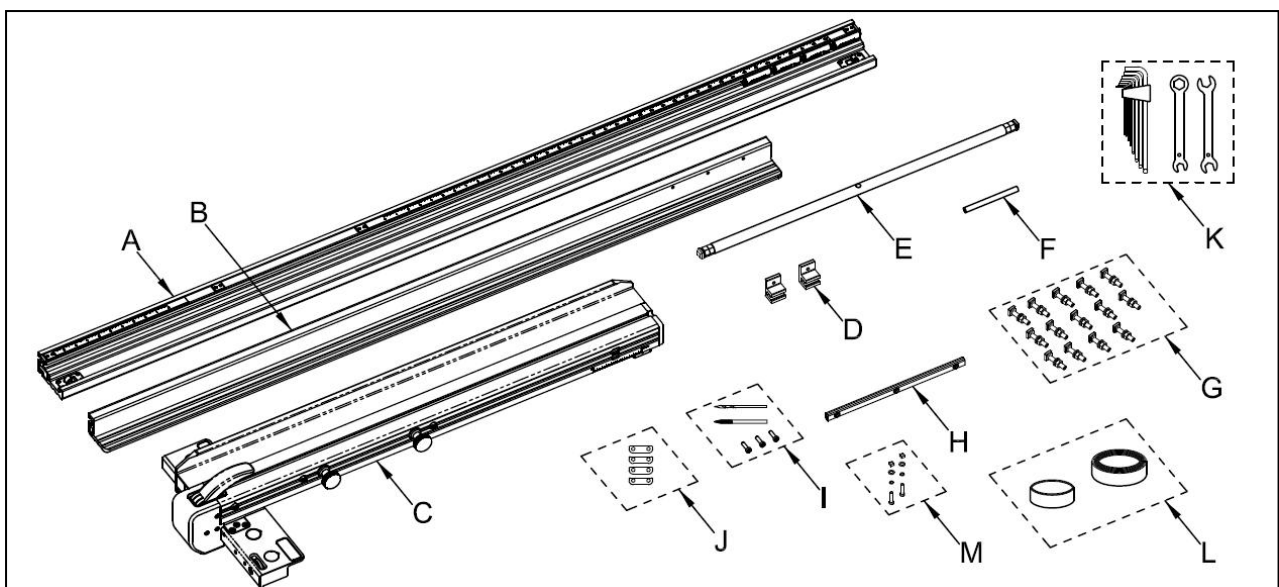
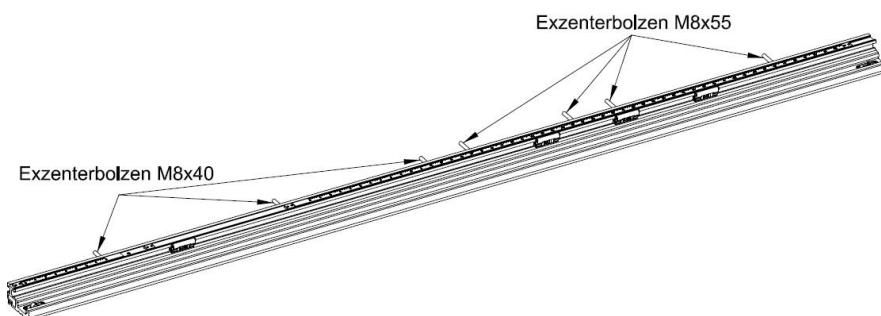
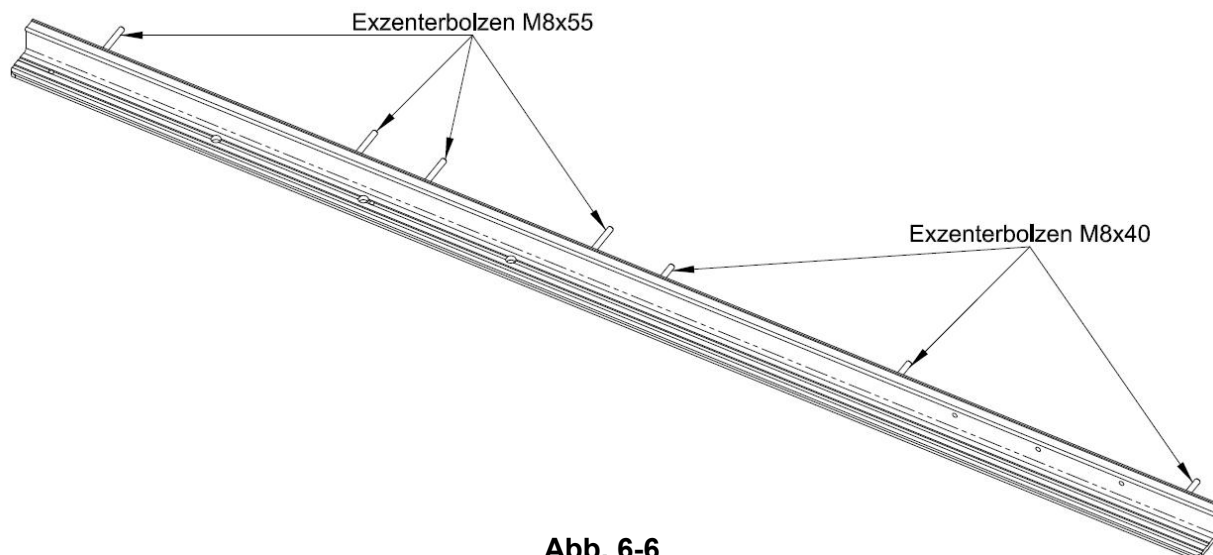
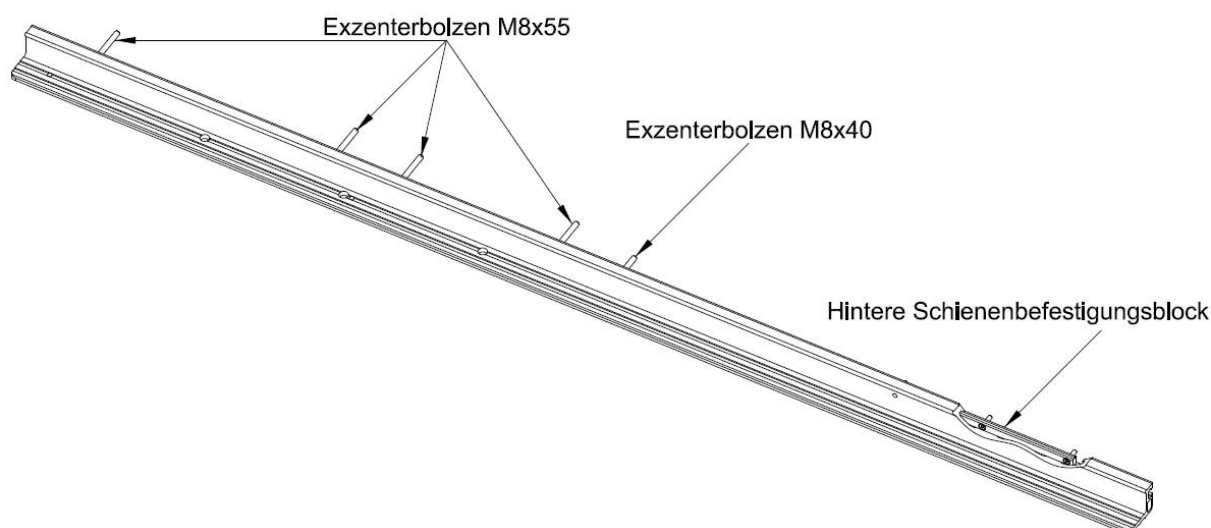

Abb. 5-1
Abb. 6-2
Abb. 6-6
Abb. 6-10
Bitte überprüfen Sie Ihr Produkt anhand der Abb. 5-1 und der folgenden Liste.
- (1) Sorgfältig setzen Sie die Exzenterrauben (Position G aus Abbildung 5-1) in den T-Nut des vorderen Führungsschienensatzes (Position A aus Abbildung 5-1) ein, wie in Abbildung 6-2 dargestellt. 1. Die Verwendung von M8x40 Exzenterrauben ist für die Gusseisentischplatte vorgesehen, um eine Beeinträchtigung mit den Gusseisenrippensektionen zu verhindern. Zur Befestigung der Holz- oder Phenol-Tischplatte verwenden Sie die M8x55 Exzenterrauben.
1. Schieben Sie vorsichtig die Exzenter-schrauben (wie in **Abb. 5-1 dargestellt; Position G**) in die T-Nut der hinteren Führungsschienenbaugruppe (wie in **Abb. 5-1 dargestellt; Position B**), unter Beachtung der Spezifikationen und Positionierungsdetails in **Abb. 6-6**. Stellen Sie sicher, dass die Ausrichtung aller Exzenter-schrauben mit der der vorderen Führungsschiene übereinstimmt.
3. Setzen Sie die Exzeterschrauben (**Position G aus Abb. 5-1**) in die T-Nut der hinteren Führungsschienenbaugruppe (**Position B**) ein und richten Sie sie gemäß den Spezifikationen und Positionierungsdetails in **Abb. 6-10** aus. Bestätigen Sie, dass ihre Ausrichtung der der vorderen Führungsschiene entspricht. Vergessen Sie nicht, M8x40 Exzeterschrauben zu verwenden, wenn Sie mit der Gusseisenplatte arbeiten, um eine Beeinträchtigung der Gusseisenrippensektionen zu vermeiden, während die M8x55 Exzeterschrauben geeignet sind, um die Holz- oder Phenol-Tischplatte zu befestigen.